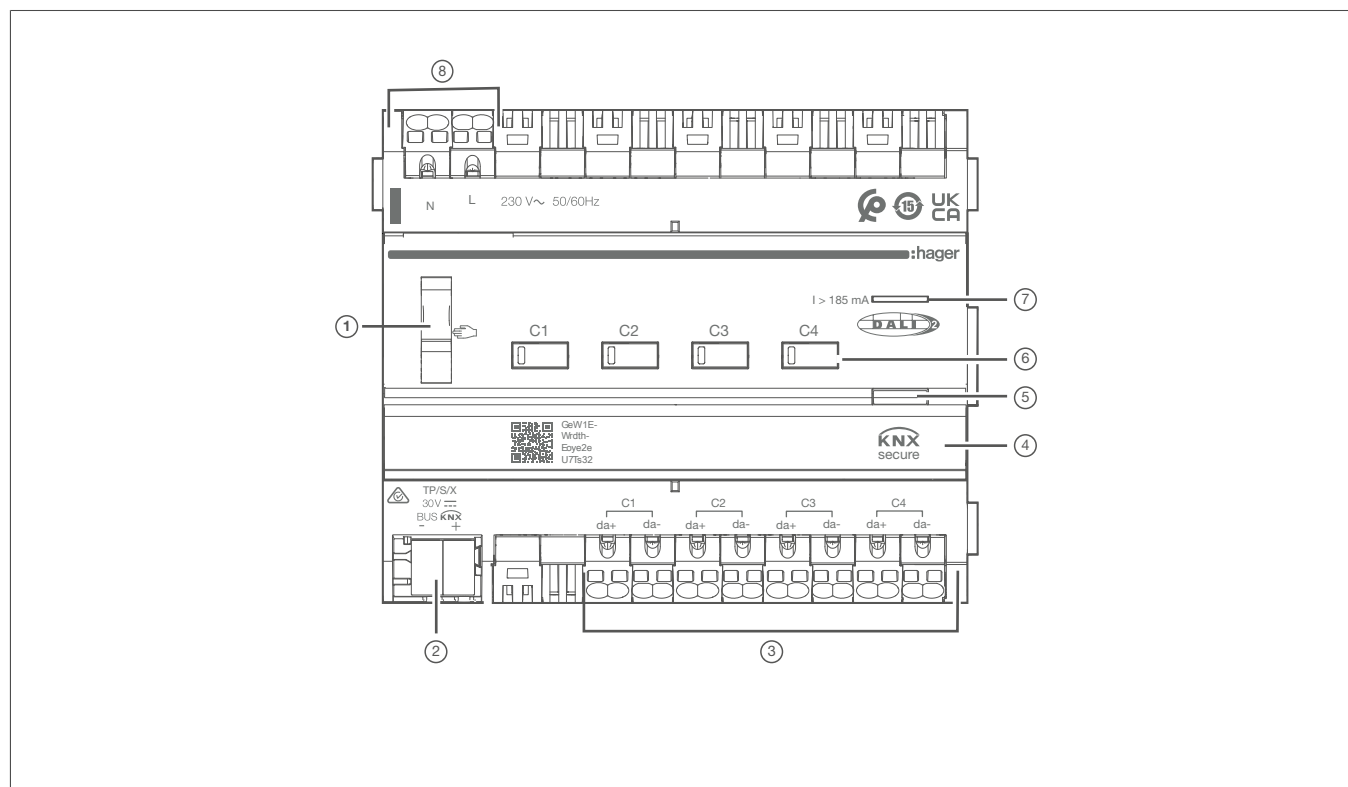

Fig. 2: Disegno e struttura del dispositivo TYAS664D
- Spostare l'interruttore (Bild 2/1) nella posizione .
È possibile controllare le uscite individualmente tramite i pulsanti di comando (Bild 2/6).
- Spostare l'interruttore (Bild 2/1) nella posizione **auto**.
L'uscita assume la posizione predefinita dal controller del bus. Lo stato di commutazione è visualizzato dal LED di stato del pulsante di comando (Bild 2/6).